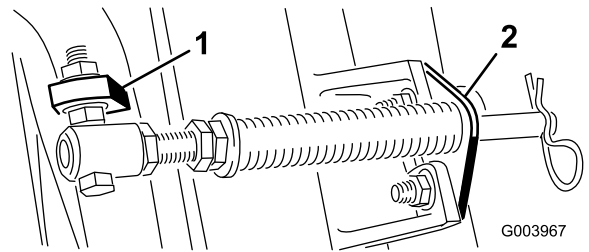

図 6
注 ボルトは、図 6 に示すように、頭部が外側にくるように取り付ける。
- D. カッティングユニットのタブにロッドブラケットを取り付け、キャリッジボルトとナットで固定する 図 6。